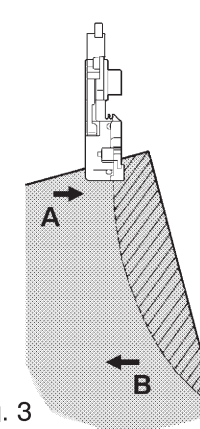

Fig. 3
Für nach innen gebogene Kurven führen Sie den Stoff mit der Schnittkante rechts unter der Vorderseite des Nähfußes; dabei drücken Sie den Stoff bei Punkt A mit der linken Hand etwas in Pfeilrichtung und gleichzeitig mit der rechten Hand bei Punkt B in Gegenrichtung. (Fig. 3)
For inside curves, guide fabric gently with trimming line of the fabric under the right front of the presser foot (or a little to the left), applying pressure at point A in the direction of the arrow with your left hand, and at the same time applying a little opposite pressure at point B with your right hand. Fig. 3.
2. Вденьте шнур в одно из отверстий спецлапки (см.рис. 3) и заведите его назад за лапку.
FOR JOINING SIDE SEAMS, pass the cord through the rear hole, ensuring it is positioned to the right needle thread. (Fig. 3).